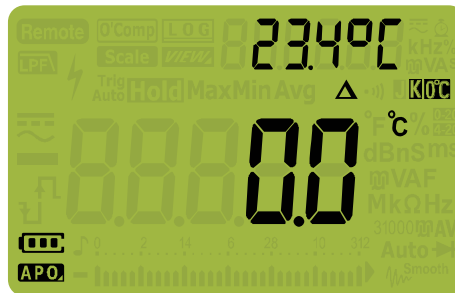

Figura 2-28 Medición de temperatura sin compensación ambiental
- 1 Para medir la temperatura, coloque el indicador giratorio en \rightarrow y presione  una vez. Configure el multímetro como se muestra en la Figura 2-28.